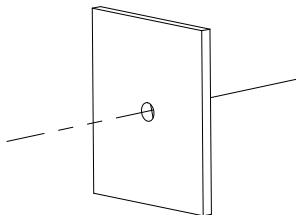

Figura 2-4 Găuriți suprafața
1. Găuriți suprafața de montare, așa cum este prezentat în Figura 2-4.